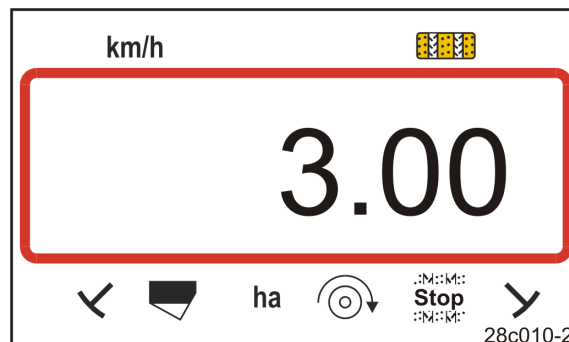

Fig. 21
- Visning: gemt arbejdsbredde [m], f.eks. 3,0 m (Fig. 21).